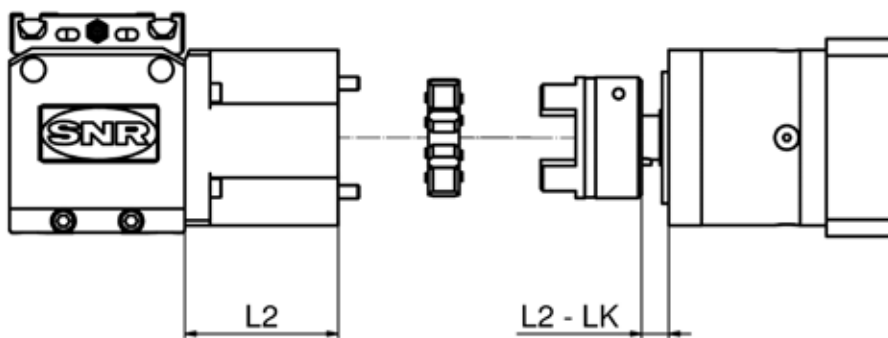

Figure 2.8 Dimension de montage
3. Insérez cet assemblage dans le demi-accouplement avec la couronne dentée en élastomère vissée sur la tête d'entraînement **6**, et fixez-le au moyen des vis **7**. Examinez les dimensions LK et L2 (figure 2.8) figurant dans le tableau 6.20, catalogue, chapitre 6.2.3.2.